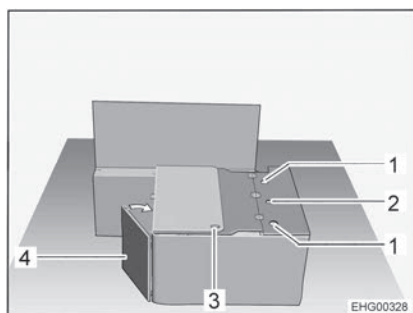

Fig. 40 Pendant la transformation
- Faire pivoter la paroi avant du coffre de banquette (Fig. 40,4) en direction de la paroi latérale.
- Faire passer la ceinture de sécurité avec boucle de fermeture à travers l'ouverture (Fig. 40,3) du couvercle du coffre de banquette.
- Emboîter le dossier du siège emboîtable dans les fixations latérales (Fig. 40,1) et serrer à la main la vis à poignée étoile dans la fixation du milieu (Fig. 40,2).